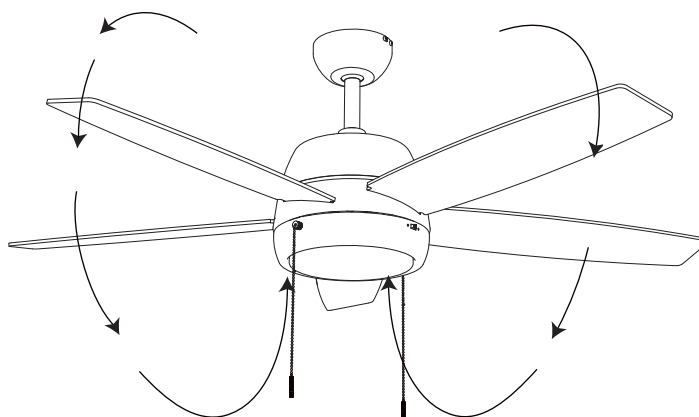

Figura 17
***Clima fresco - (Reversa)** Una corriente de aire hacia arriba hace salir el aire caliente del área del techo como se muestra en la Figura 17. Esto le permite ajustar su unidad de calefacción a un ajuste más bajo sin afectar su comodidad.